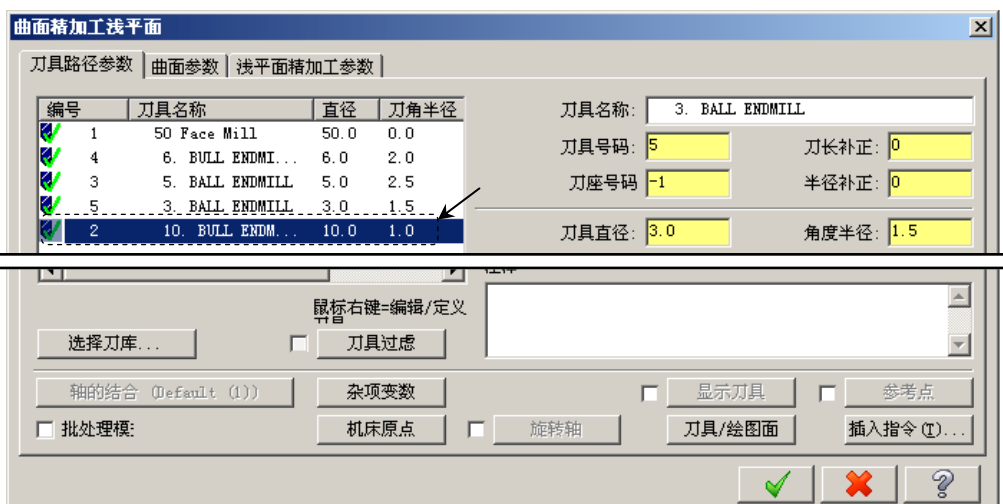

图 11.34 “刀具路径参数”选项卡
Step3. 选择刀具。在“曲面精加工浅平面”对话框中, 取消选中 ☐ **刀具过虑** 复选框, 然后选择图 11.34 所示的刀具。